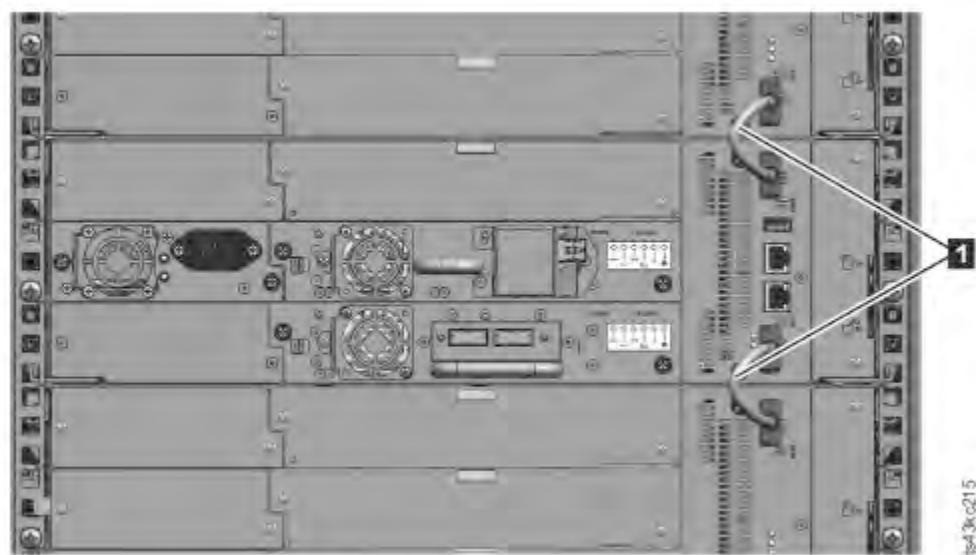

Figura 48. Módulos conectados
5. Desde la parte posterior de la biblioteca, conecte los módulos de cada par a su módulo adyacente utilizando los cables de interconexión de expansión (1) como se muestra en Figura 48 en la página 66.